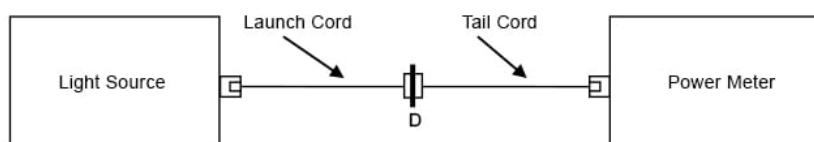

图 5. 设置参照
- 使用发射光纤和接收光纤在光源和功率计之间设置参照（见图 5）。